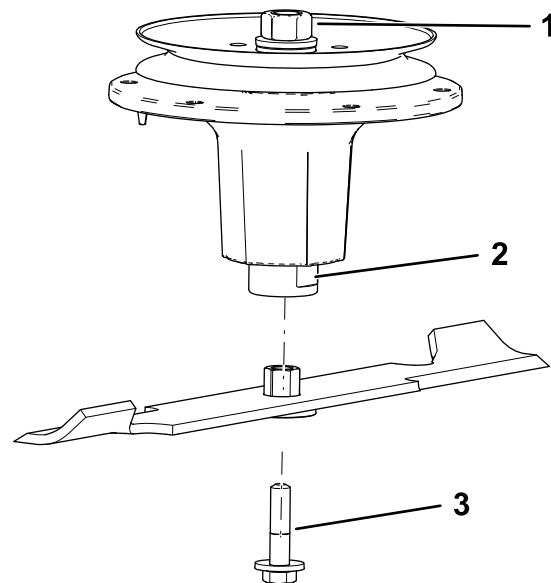

Bild 93
2. Montieren Sie die Buchsen-/Messerbaugruppe auf der Spindelwelle (**Bild 93**).